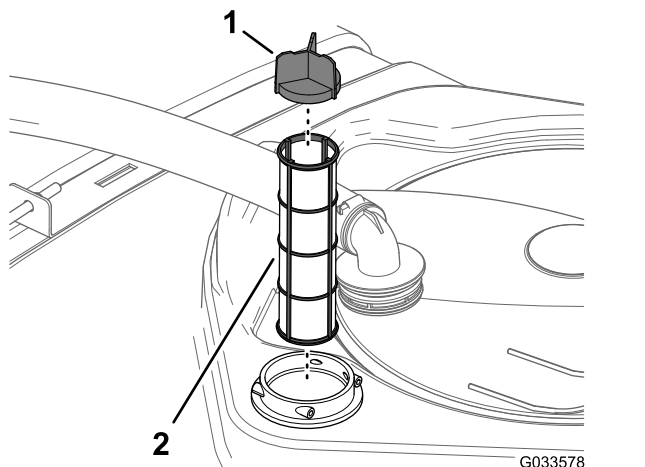

Figura 108
4. Îndepărtați filtrul de aspirație vechi din carcasa filtrului din rezervor (Figura 108).